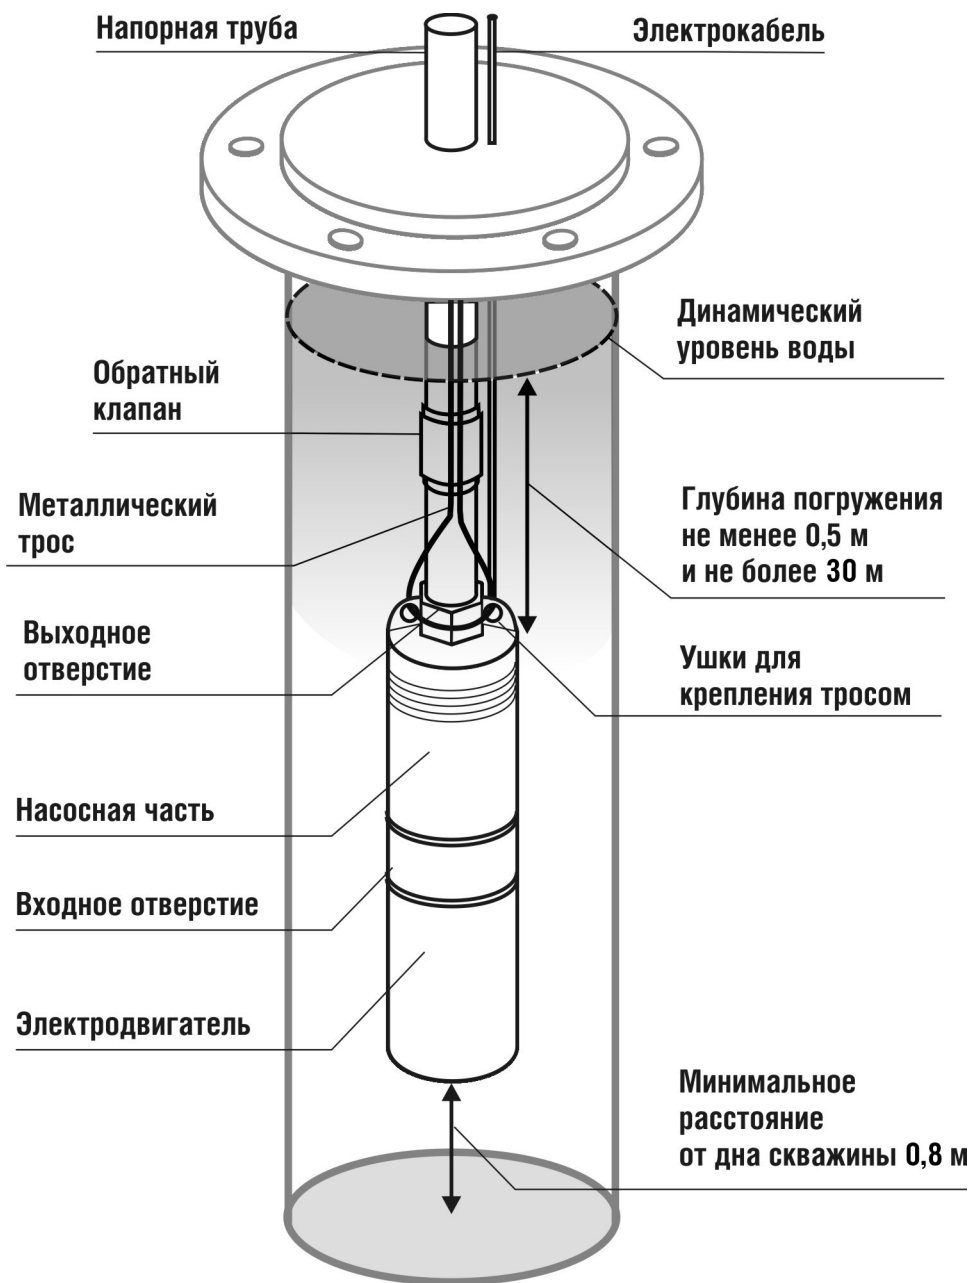

Рис. 2 Схема расположения насоса в скважине
- Опустить электронасос в воду в соответствии с рекомендациями раздела 1 настоящего руководства. Электронасос должен быть расположен не ближе 80 см от дна и полностью погружен в воду. Закрепить трос над скважиной, колодцем и т.п. (см. Рис. 2).